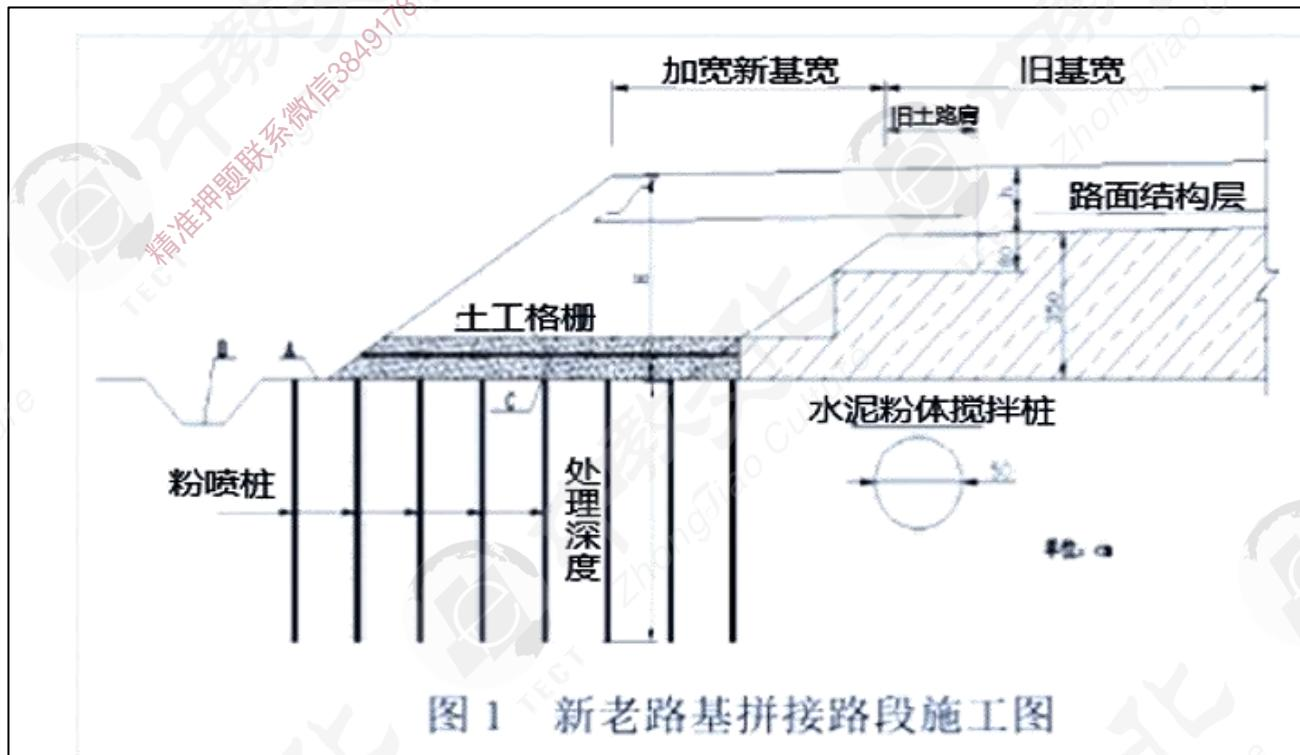

图 1 新老路基拼接路段施工图
- 4、路基填筑前，“摊铺厚度”指标应通过什么方法确定？图1中，“洒水或晾晒”的目的是什么？
- (1) 一般路基段，当采用真空预压工期满足要求时，采用真空预压；采用真空预压工期不满足要求时，采用水泥粉喷桩处理或塑料排水板处理；
- (2) 桥头路段采用水泥粉喷桩处理；涵洞基底采用水泥粉喷桩处理；
- (3) 新老路基拼接路段水泥粉喷桩处理，为了消除旧路基边坡压实度不足，减小新旧路基结合处不均匀沉降，施工方案见图 1。
- 3、指出事件一图 1 中新老路基拼接路段施工图和事件三中施工错误之处并改正？